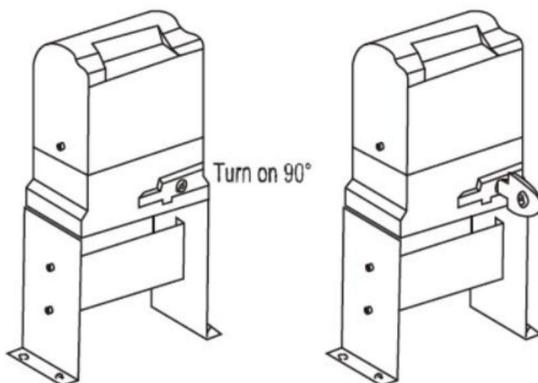

Figura 7
e) Sbloccare il motore principale prima dell'installazione. Il metodo di sblocco è il seguente: rimuovere il coperchio della chiave, inserire la chiave e aprire la barra di sblocco manuale finché non ruota di 90°, come mostrato nella Figura 7. Quindi girare la ruota dentata di uscita e la ruota dentata può essere ruotata facilmente;